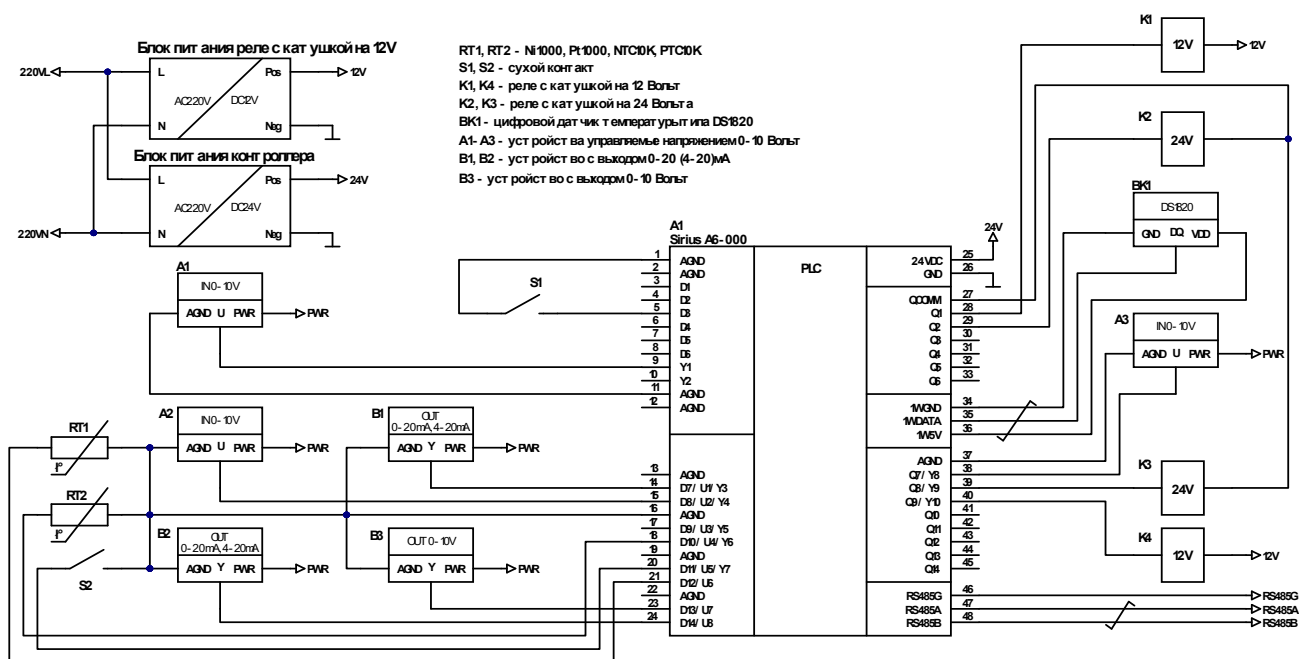

Рис.5 Подключение электрических цепей к контроллеру.
7.4. Подключение электрических цепей к контроллеру. Рис.5
Возможно подключение реле к контроллеру с разным напряжением катушек, при этом, если напряжение катушки реле 24 Вольт, то такие реле следует подключать к выводу QCOMM контроллера, если питание катушки реле ниже 24 Вольт, для таких реле следует использовать внешний блок питания с выходным напряжением равным напряжению питания катушек применяемых реле. Рис.5 Во избежание выхода контроллера из строя напряжение внешнего источника питания реле не должно превышать напряжения питания контроллера 24 Вольт.
Цифровые датчики температуры к контроллеру следует подключать двойной экранированной витой парой, где 1 пара это клеммы 1WGND и 1WDATA, 2 пара полностью 1W5V. Экран витой пары не должен содержать гальванических разрывов на всей длине и должен быть подключен к клемме контроллера 1WGND непосредственно на контроллере. Рис.5 При подсоединении нескольких датчиков к контроллеру на интерфейс 1-Wire избегать соединения типа «звезда», в противном случае стабильная работа интерфейса не гарантируется! Для получения подробной информации обратитесь к спецификации на интерфейс 1-Wire.